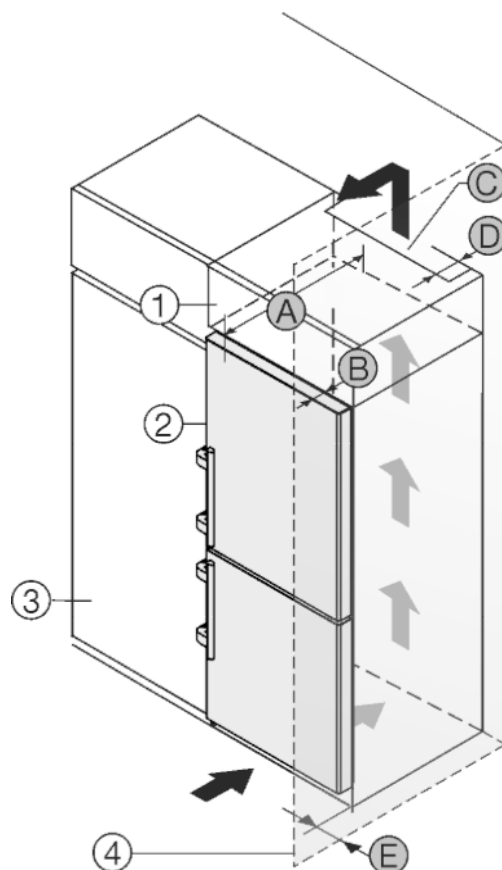

Fig. 12
Skåpet kan byggas in med köksskåpen. För att anpassa skåpet *Fig. 12 (2)* till höjden på köksskåpen kan ett överskåp *Fig. 12 (1)* monteras.
Skåpet kan placeras direkt intill köksskåpet *Fig. 12 (3)*. För att öppna dörren helt måste skåpet skjutas ut med djupet *Fig. 12 (B)* i förhållande till köksskåpets front. Beroende på köksskåpens djup och användningen av väggdistanshållare kan skåpet skjutas ut ännu mer.
- På överskåpets baksida ska det finnas ett ventilationsschakt med djupet *Fig. 12 (D)* längs hela överskåpets bredd.
- Under innertaket måste ventilationsarean *Fig. 12 (C)* observeras.
Om skåpet placeras med gångjärnen vid en vägg *Fig. 12 (4)* ska avståndet *Fig. 12 (E)* mellan skåpet och väggen observeras. Detta motsvarar handtagsavståndet med öppen dörr.